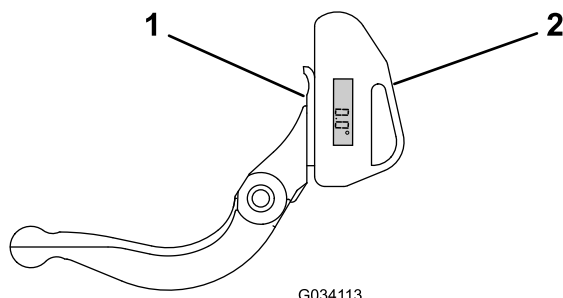

図 24
1. 図 24に示すように、ベッドナイフの裏面に傾斜計を置く。